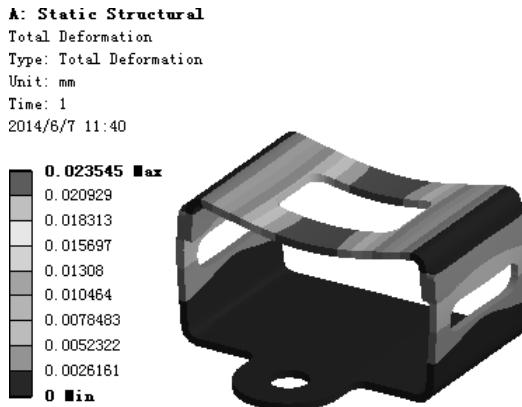

图 7.6.59 位移变形结果图解
(3) 查看位移变形结果图解。在“Outline”窗口中选中 Total Deformation，查看图 7.6.59 所示的位移变形结果，其最大位移为 0.023545 mm。